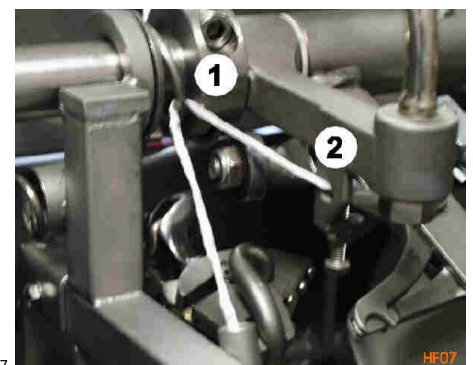

Abb. HF07
6. Ziehen Sie nun den Bindfaden durch den runden Abklemmring (Pos. 1, Abb. HF07) und das seitliche Loch am Nadelhalter (Pos. 2, Abb. HF07)